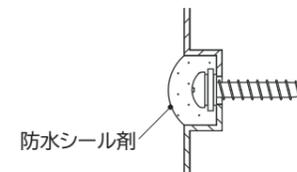

図5
- ・電源線(別途)を端子台に接続してください。(図5)
- ・信号線(別途)を端子台に接続してください。(図5)